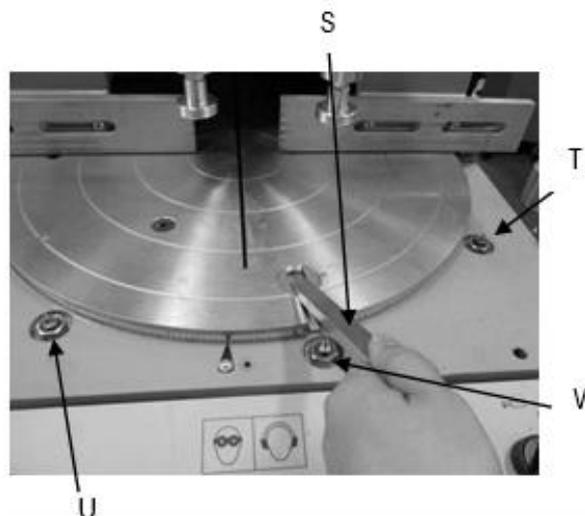

Рис. 7
1. Потяните стержень выбора градусов S (Рис. 7) и поверните поворотный стол влево на 45 градусов, чтобы зафиксировать возле позиции U (Рис. 7).
2. Потяните стержень выбора градусов S (Рис. 7) и поверните поворотный стол вправо на 45
градусов, чтобы зафиксировать возле позиции T (Рис. 7).
3. Для перпендикулярного реза под 90 градусов, верните в положение V (Рис. 7).